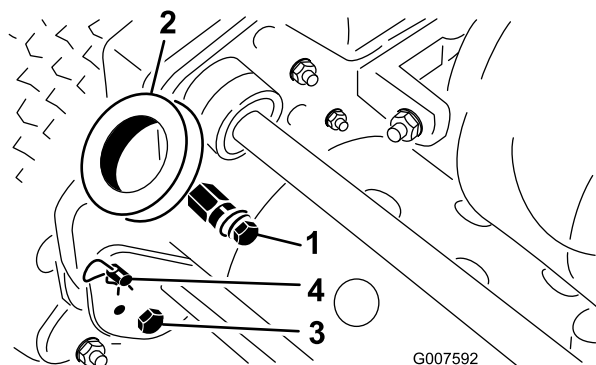

Рисунок 3
1. Снимите болты и контргайки, которые крепят нижние концы рычагов ручки к боковым сторонам газнокосилки (Рисунок 3).
2. Снимите шплинты и пальцы фиксации кольца, которые крепят рычаги ручки к задней части рамы (Рисунок 3).
3. Вставьте концы ручки в отверстия в рычагах ручки и совместите отверстия с монтажными пальцами (Рисунок 3).
1. Извлеките шплинты из пальцев фиксации кольца на каждой стороне газонокосилки (Рисунок 3).
2. Удерживая ручку, снимите пальцы фиксации кольца с каждой стороны и поднимите или опустите ручку в требуемое рабочее положение (Рисунок 3).